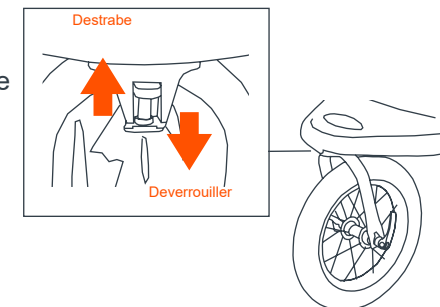

Fig. 15
15) • La poussette est équipée d'un dispositif de blocage de la roue avant. Le blocage des roues avant fonctionne dans un mouvement vertical de haut en bas, le verrouillage et le déverrouillage des roues (Fig. 15).